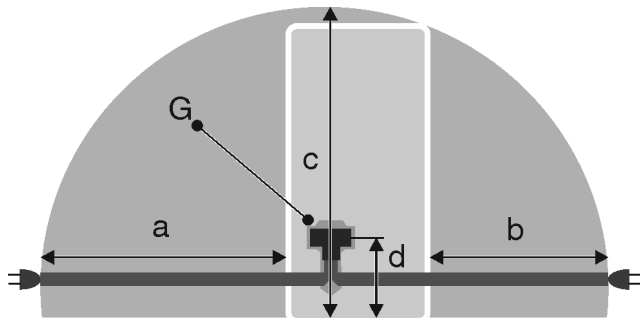

Fig. 20 \*
- La prise de courant ne se trouve pas derrière l'appareil mais dans les zones a ou b *Fig. 20 (a, b, c)*.
- ▶ Introduire la fiche de l'appareil *Fig. 20 (G)* au dos de l'appareil. Veiller à bien les encliqueter.